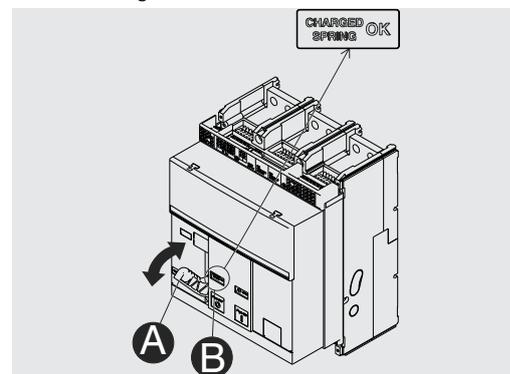

Figura 43
2. Carica delle molle - Tirare la leva [A] verso il basso più volte fino a quando il segnalatore di molle cariche [B] è "giallo - CHARGED SPRING" come indicato in Figura 43.